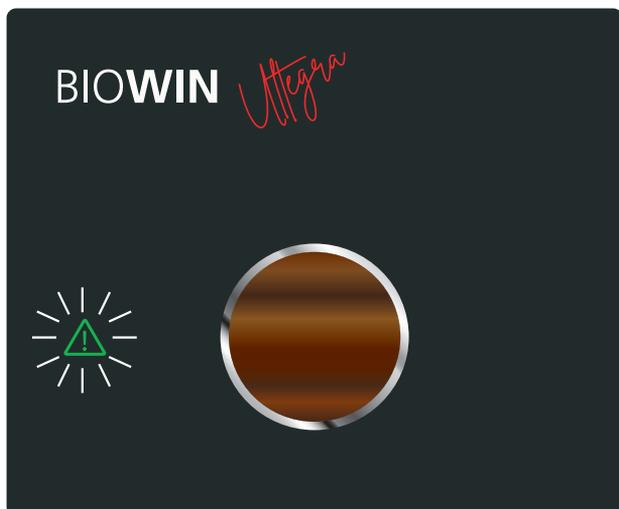
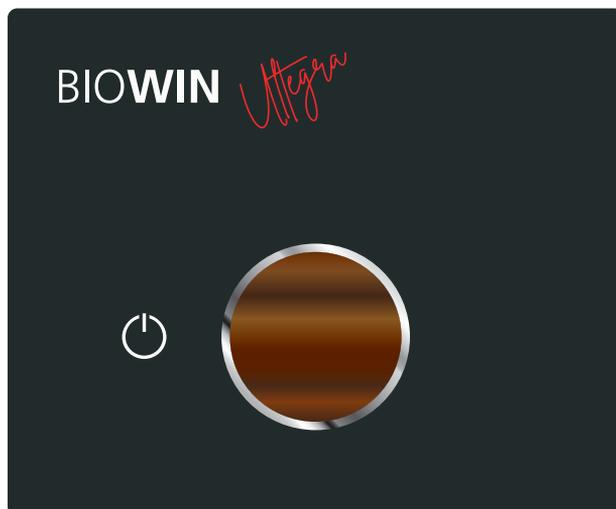

Fig. 8
Fig. 9
- ▶ Maintenir encore une fois le bouton myMagic enfoncé pendant env. 3 s  clignote 3 fois (Fig. 8) et s'éteint – Fig. 9. Le message est réinitialisé.